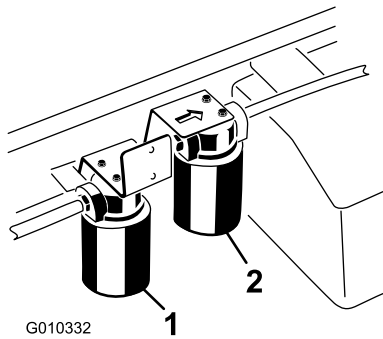

Bild 68
3. Stellen Sie eine Auffangwanne unter den Filter und entfernen den Filter (**Bild 68**).
1. Reinigen Sie den Anbaubereich des Hochflusfilters (**Bild 68**).